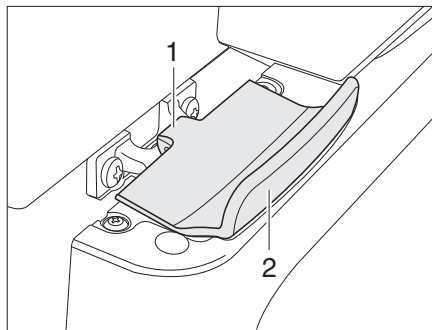

Fig. 342 Bloqueo de la puerta del frigorífico, cerrado (Thetford)
- Abrir la puerta del frigorífico con el tirador (Fig. 342,2). El bloqueo (Fig. 342,1) se abre automáticamente.